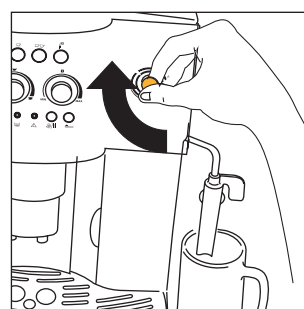

Abb.6
4. Nach wenigen Sekunden tritt aus dem Milchaufschäumer Wasser heraus. Wenn die Tasse mit etwa 30cc gefüllt ist, den Dampfdruckknopf nach rechts bis zum Anschlag drehen (Abb. 6), um den Wasseraustritt zu unterbrechen.
- Zur Unterbrechung der Heißwasserabgabe, den Drehknopf nach rechts bis zum Anschlag drehen (Abb. 6), und den Milchaufschäumer wieder auf seine Ausgangsposition zur Mitte der Maschine hin drehen.
- Den Milchaufschäumer nach außen drehen (Abb. 6).
- Zur Unterbrechung der Abgabe den Dampfdrehknopf nach rechts bis zum Anschlag drehen (Abb. 6).
- Sobald die gewünschte Temperatur erreicht wird, die Dampfabgabe durch Drehen des Dampfdrehknopfs nach rechts bis zum Anschlag unterbrechen (Abb. 6).